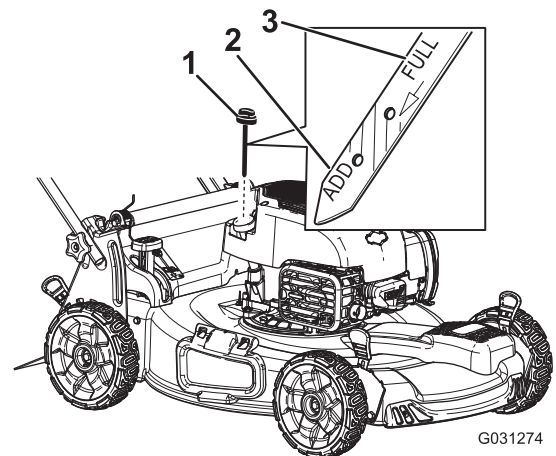

Figura 10
3. Retire la varilla, límpiela, y vuelva a colocarla (Figura 10).
4. Retire la varilla y compruebe el nivel de aceite (Figura 10). Si el nivel de aceite está por debajo de la marca "Add" de la varilla, vierta lentamente aceite en el tubo de llenado hasta que el nivel llegue a la marca "Full" de la varilla. **No llene demasiado.**